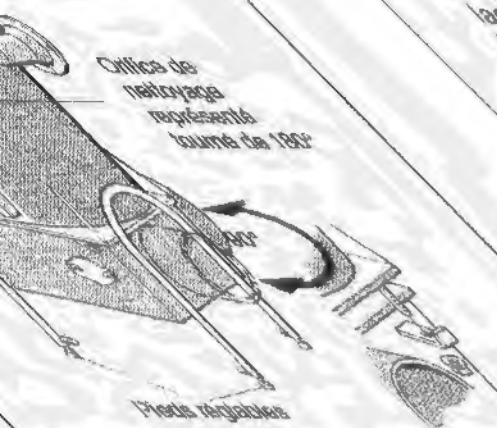

Fig. 5 Schéma de principe
- Dévisser les 4 écrous du dessous et basculer les équerres de serrage vers l'extérieur (fig. 5).
- Retirer complètement le collecteur, le faire pivoter de 90° et l'ajuster sur le cadre (fig. 5).
- Ajouter le collecteur, basculer les équerres de serrage vers l'intérieur et visser les écrous (fig. 5).
Le collecteur supérieur des fumées doit être monté de telle manière que le cadre repose, à l'avant, sur la butée de la surface d'étanchéité (flèche - fig. 5).